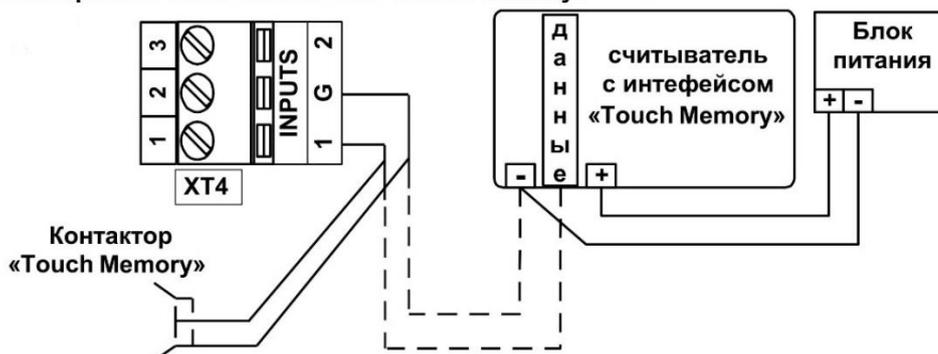

Рисунок 4 – Подключение контактора или считывателя (пунктиром) «Touch Memory»
Контактор «Touch Memory» подключается к ШС1: центральный контакт – к положительному выводу «+» ШС1 (1), а кольцо – к общему выводу (G). При подключении следует строго соблюдать полярность (см. Рис. 4).